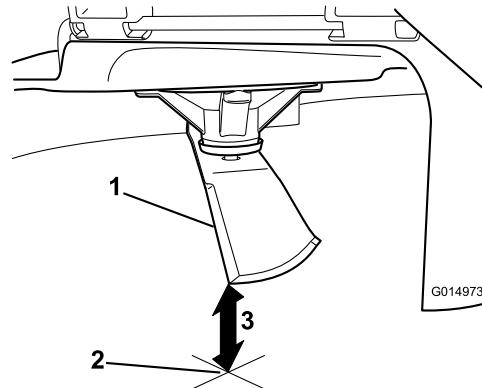

Bild 77
5. Messen Sie von der Messerspitze bis zu ebenen Fläche (Bild 77).